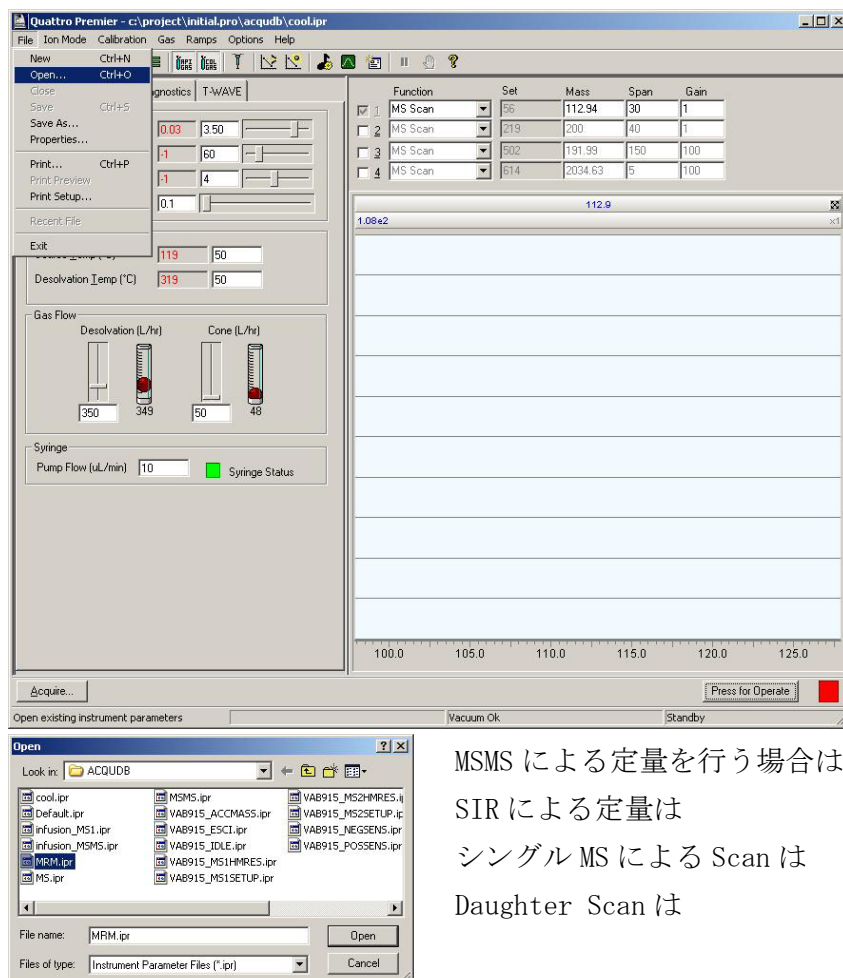

図 45 MS チューンファイルの読み込み
- (3) [File]-[Open]で MS.ipr ファイルを開く (図 45)。